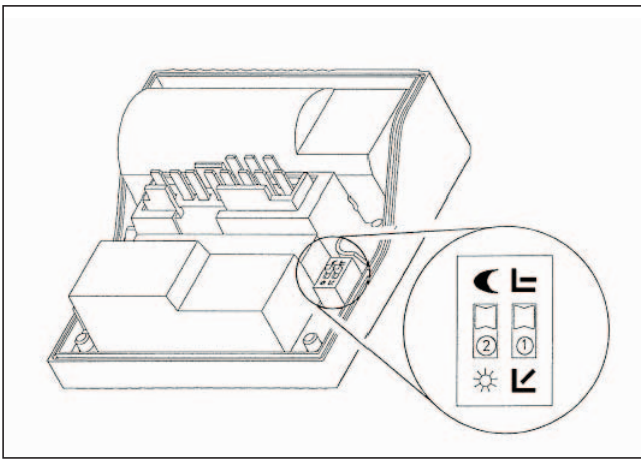

Fig. 3.3 Interruttore DIP nel coperchio della morsettiera
- Porre l'interruttore DIP 2 (fig. 3.3) nel coperchio della morsettiera sul simbolo ☾.
- Porre l'interruttore DIP 2 (fig. 3.3) sul simbolo ☀, per disattivare l'abbassamento notturno.